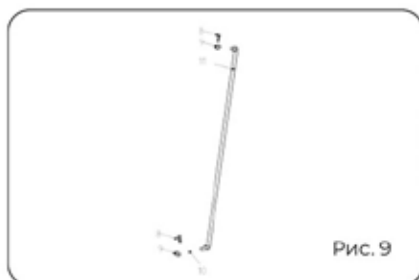

Рис. 9
6. Установите тягу переключения передач, рисунок 9. Для этого верхний конец тяги (поз. 11) установите в отверстие рычага переключения передач, как показано на рисунке 10. Оденьте на конец тяги плоскую шайбу 8х16х1,2 (поз. 9), затем зафиксируйте пружинным штифтом (поз.8).